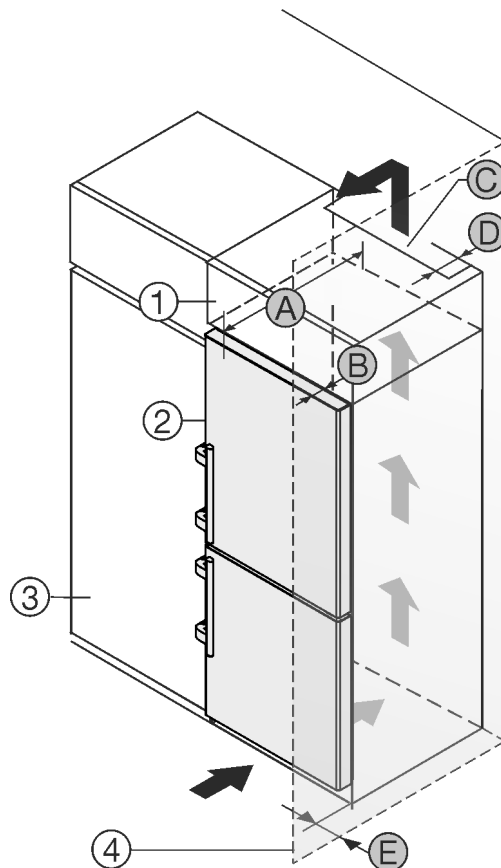

Fig. 2
Можете да поставите уреда непосредствено до кухненския шкаф Fig. 2 (3)*.
От задната страна на шкафа-пристройка трябва да има вентилационен отвор с дълбочина Fig. 2 (D) по цялата ширина на шкафа-пристройка.*
Под тавана на помещението трябва да е спазено сечението за вентилация Fig. 2 (C)*.
Когато уредът се поставя с пантите до стена Fig. 2 (4), разстоянието между уреда и стената трябва да е поне 57 mm. Това отговаря на разстоянието, с което дръжките стърчат при отворена врата.*
За да можете да отворите вратата изцяло, уредът трябва да е издаден с дълбочината на вратата Fig. 2 (B) спрямо челото на кухненския шкаф. В зависимост от дълбочината на кухненските шкафове Fig. 2 (3) и използването на детайли за отстояние от стената, уредът може да излезе още по-напред.*